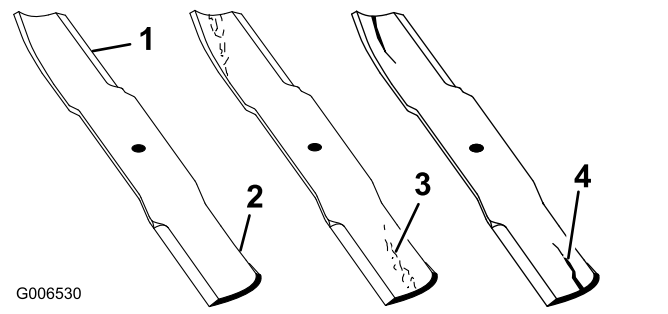

Figure 51
1. Examinez le tranchant des lames (Figure 51).
4. Remplacez immédiatement toute lame fendue, usée ou qui présente une entaille (Figure 51).